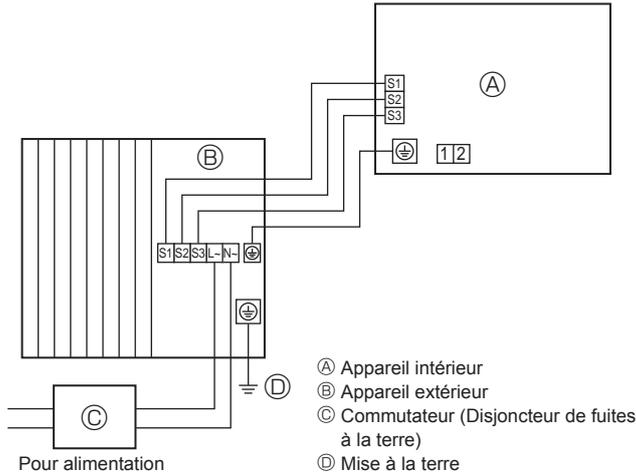
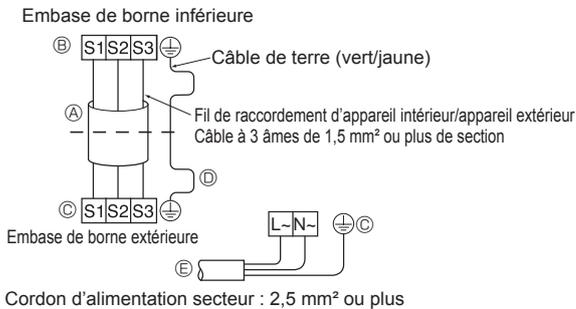
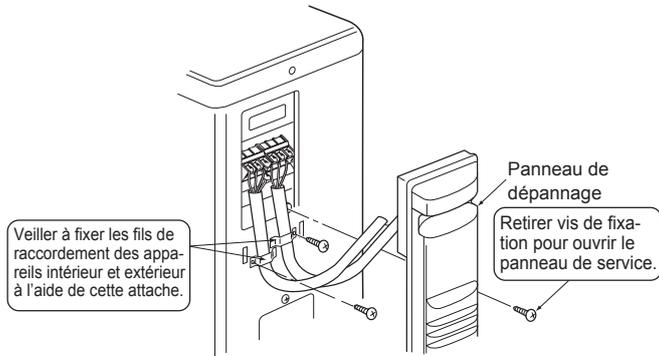

Fig. 6-1
Fig. 6-2
Fig. 6-3
### 6.1. Appareil extérieur (Fig. 6-1, Fig. 6-2, Fig. 6-3)
- ① Déposez le panneau de service.
- ② Raccordez les câbles conformément aux Fig. 6-1, Fig. 6-2 et Fig. 6-3.
- Effectuez le câblage selon le diagramme en bas et à gauche. (Veuillez vous procurer le câble localement) (Fig. 6-2)
- (A) Câble de connexion
- (B) Embase de borne intérieure
- (C) Embase de borne extérieure
- (D) Posez toujours un câble de mise à la terre plus long que les autres câbles.
- (E) Cordon d'alimentation